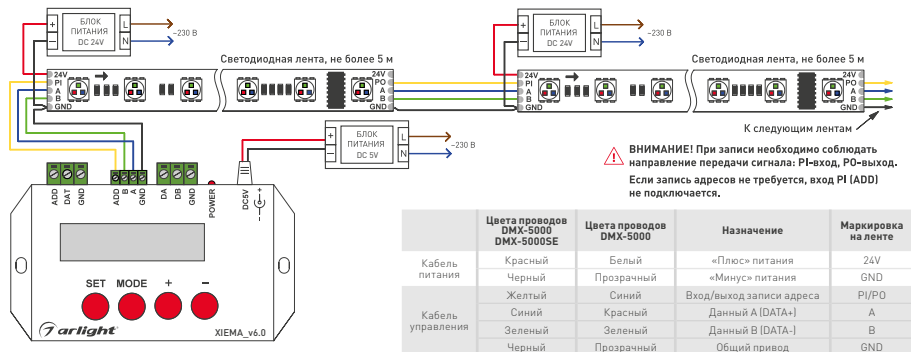

Рисунок 1. Схема подключения ленты на примере редактора адресов XIEMA_v6.0 и с использованием отдельных блоков питания
- Подключите ленту в соответствии со схемой (рисунок 1). Соблюдайте полярность подключения и направление передачи сигнала (вход/ выход). Обращайте внимание на маркировку, нанесенную на печатную плату, и на цвета соединительных проводов.
- Подключите ленту согласно схеме (рисунок 1).